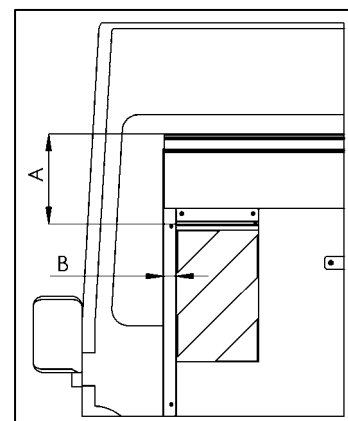
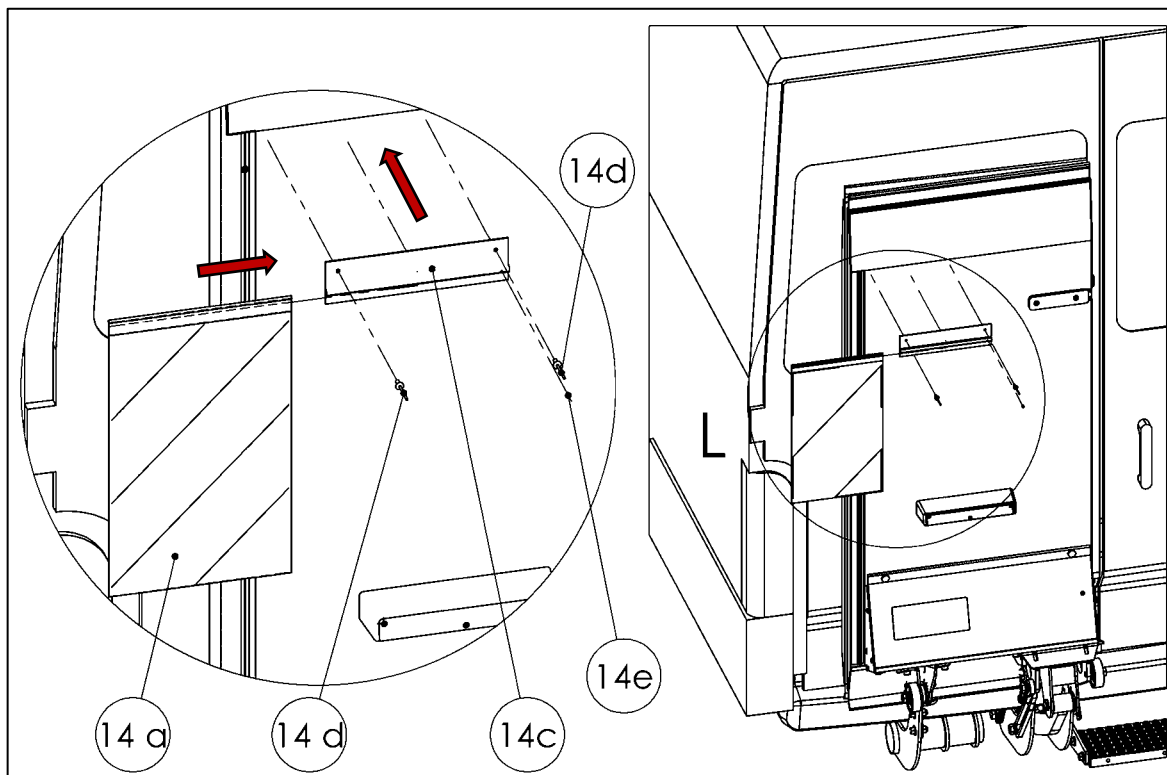
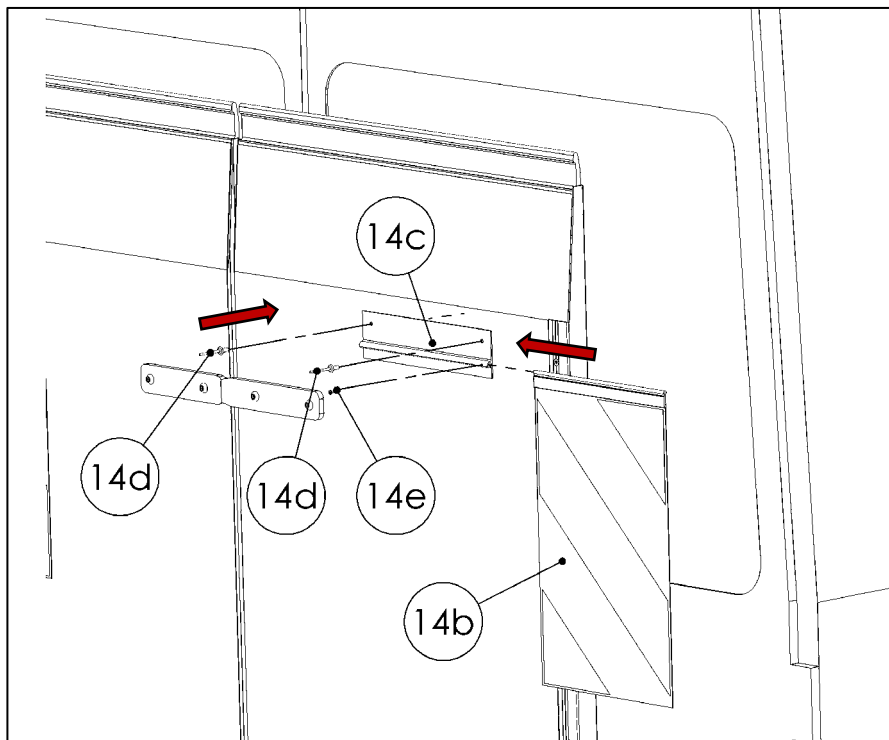

Abbildung 77
Abbildung 78
Abbildung 79
- Den Warnflaggensatz Pos.-Nr. 14, Art.-Nr. 60 710 330 aus dem Beipack entnehmen und nach der unten aufgeführten Montageanleitung und nach: Abbildung 77, Abbildung 78, Abbildung 79 montieren.
HINWEIS: Anbringungs Vorschrift: folgendes muss eingehalten werden (siehe Abbildung 77):
- HINWEIS:** Warnflagge links (Pos. 14a) durch Musterrichtung bestimmen (siehe Abbildung 78)
- HINWEIS:** Warnflagge rechts (Pos. 14b) durch Musterrichtung kontrollieren (siehe Abbildung 79)